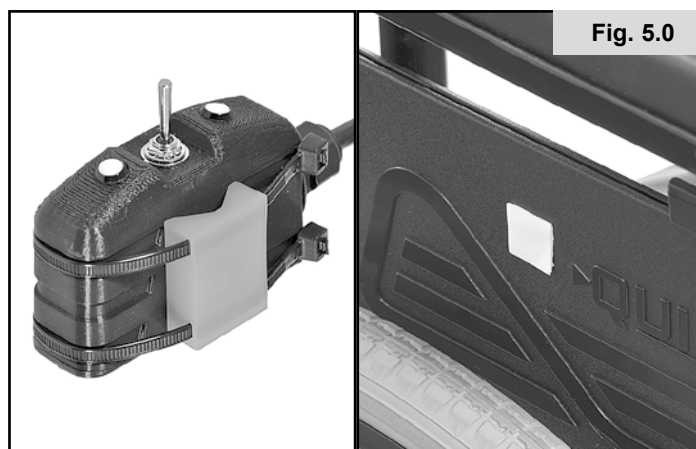

Fig. 5.0
4. Koblingsboksen kan monteres på et flatt underlag, også ved bruk av festestripsene (Fig. 5.0).